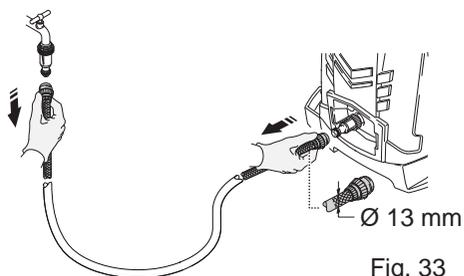

Fig. 33
7. Séparez le tuyau de l'arrivée d'eau (Fig. 33).